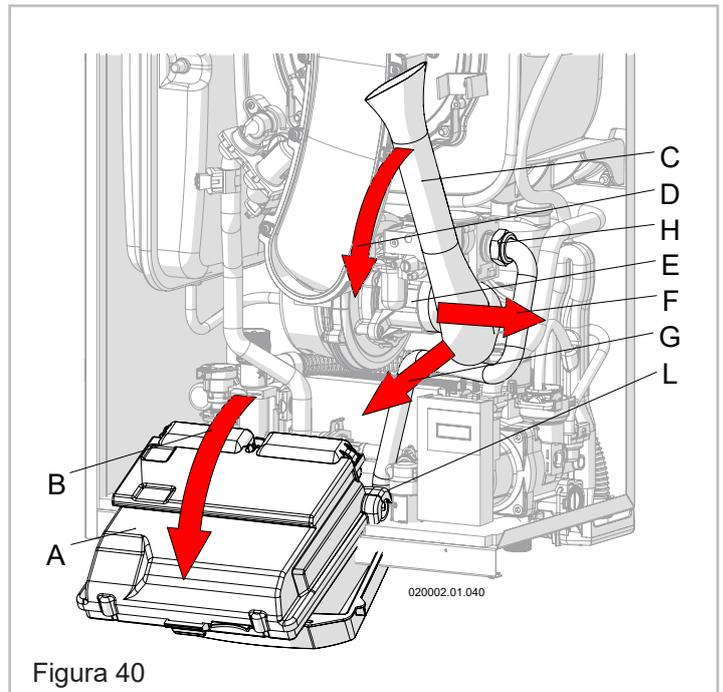

Figura 40
6. - Quite el colector de aire "C" (Figura 40) teniendo cuidado de girarlo por fuera, luego sáquelo de la embocadura del ventilador;
7. - Desmonte el tubo de entrada del gas utilizando los dos racores "H" y "L" (Figura 40);
12. - Monte otra vez el tubo de alimentación del gas utilizando los dos racores "H" y "L" (Figura 40);
13. - Vuelva a montar el colector de aire "C" (Figura 40);